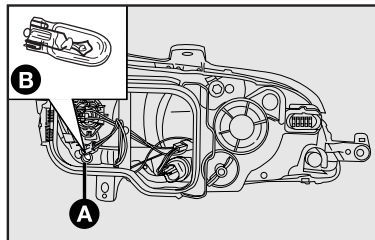

fig. 32
- 1) retirar la tapa plástica desplazando la traba **A-fig. 32**;
- 2) retirar el portalámparas **A-fig. 32** girando en sentido antihorario;